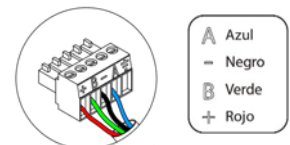

Fig. 15
Para la conexión al bus de conexión Airzone de la central (3) dispone de 1 borna de 5 pines. Fije los cables con los tornillos de la borna respetando el código de colores (Fig. 15).